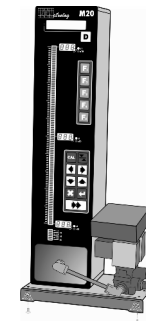

Figura 2 - Fixação da base do equipamento
- Se possível fixe o equipamento sobre a bancada de medição (utilize os furos disponíveis em sua base, conforme indicado na Figura 2).